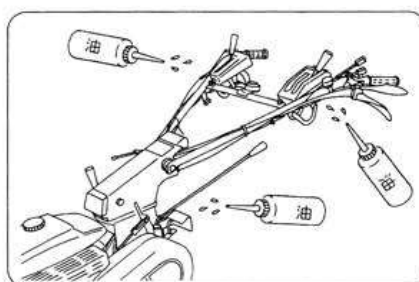

図7
- ⑦ すべてのワイヤやレバー等の支点や回動部に注油をして円滑に作動するようにしてください。(図7)